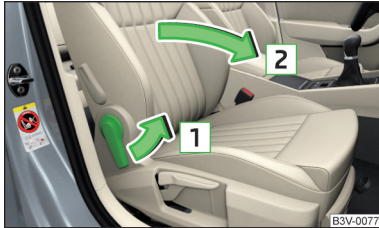

Abb. 72
- Zum **Vorklappen** den Hebel in Pfeilrichtung **1** ziehen und die Sitzlehne in Pfeilrichtung **2** vorklappen » Abb. 72. Die Verriegelung muss hörbar einrasten.